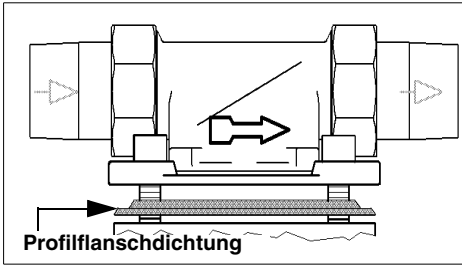

Abb. 5: Einbaudrehflansch
**Der Einbaudrehflansch muss in Fließrichtung installiert werden. Diese ist durch einen eingegossenen Pfeil gekennzeichnet (siehe Abb. 5).**
Das Profil der Profilflanschdichtung muss zum Einbaudrehflansch zeigen. Wird dies nicht beachtet, so kann es zu Undichtheiten und zum Austreten von Wasser kommen. Dabei können Wasserschäden an Haus und Einrichtung entstehen (siehe Abb. 5).